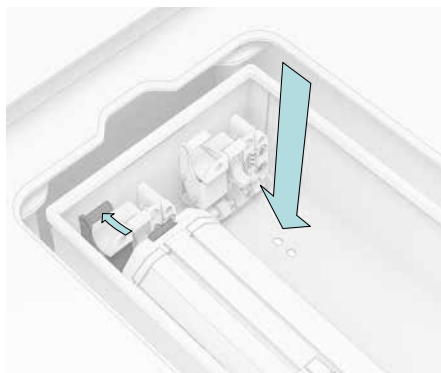

Fig. 24
2. Tirez sur le levier de déverrouillage 1 en direction de la batterie. Insérez la batterie dans la fixation jusqu'à ce qu'elle s'engage de manière audible (fig. 24).